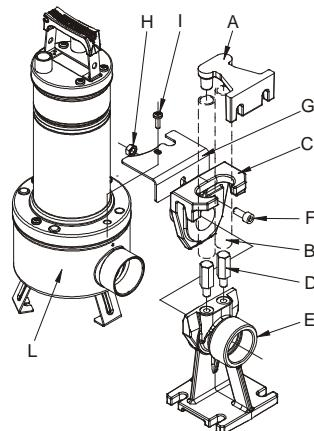

图 2
- 固定安装我们建议使用 DSD2 提升装置（可要求提供-见 **图 2**）以便于泵的维修。将其安装在泵的出口和管路之间，进行维修工作时可以不用拆除出口管路。DSD2 装置由 8 分组成：
底座要用相应尺寸的可调螺丝固定在污水箱的底部。管路的导向 支架必须固定在井或泵坑的顶部，嵌在两根 3/4" 管路 (未提 供) 的末端起滑道作用。通过两个管路把支架和底座连接起来。把底座架同泵输水口处的吸入滤网连接，用提供的螺丝 封闭滤网盖和其它。取下出液端 (I) 法兰的上螺栓。装上防旋转套 (G)。装上螺栓 (I)。从耦合脚中抽出导轨，将其与泵出液口相连。按照图 中所示方式借助螺栓 (F) 和螺帽 (H) 将导轨固定在泵上。重新将导 轨/泵总成放置在基脚上 (图 2)。